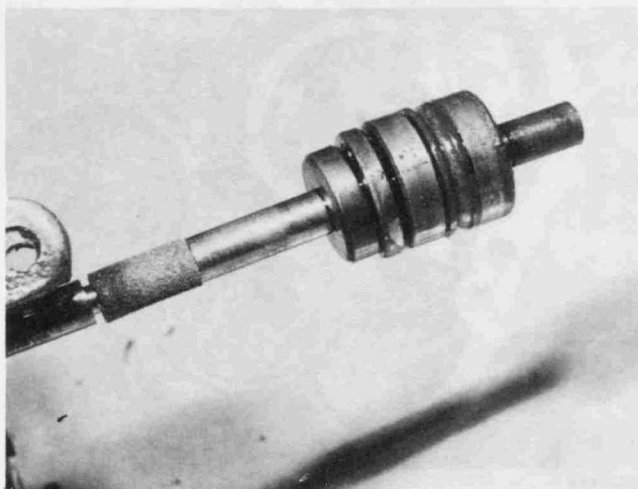

Bild 116
- Den Staubschutz von der Kupplungs-Druckstange abnehmen und danach den Druckkolben mit Dichtung, das Drucklager und die Dämpferscheibe ausbauen. Die Kupplungs-Druckstange aus der Antriebswelle herausziehen. Die Filzdichtung auf der Kupplungs-Druckstange beachten (Bild 116).